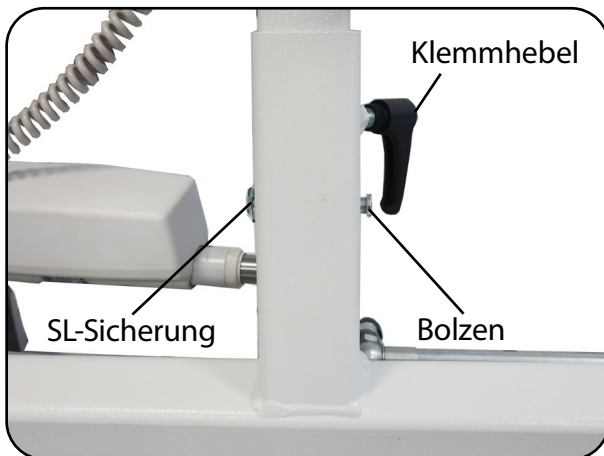

Abb. 13.2.02 – Standmast lösen
5. Entfernen Sie den Bolzen mit SL-Sicherung aus der Bohrung und schrauben Sie den Klemmhebel weitmöglichst heraus (Abb. 13.2.02).